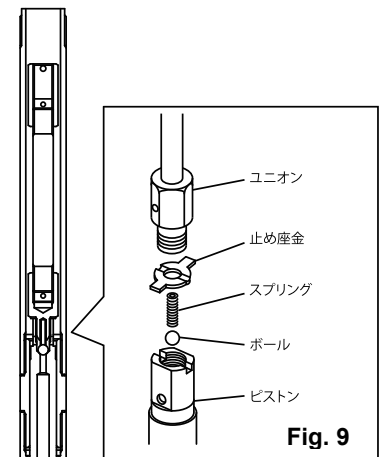

Fig. 9
- 9) ユニオンとピストンを止めている止座金の折り曲げ部分を開き、スパナにてユニオンとピストンを分解し、ボール、スプリングを取出してください。(Fig. 9)